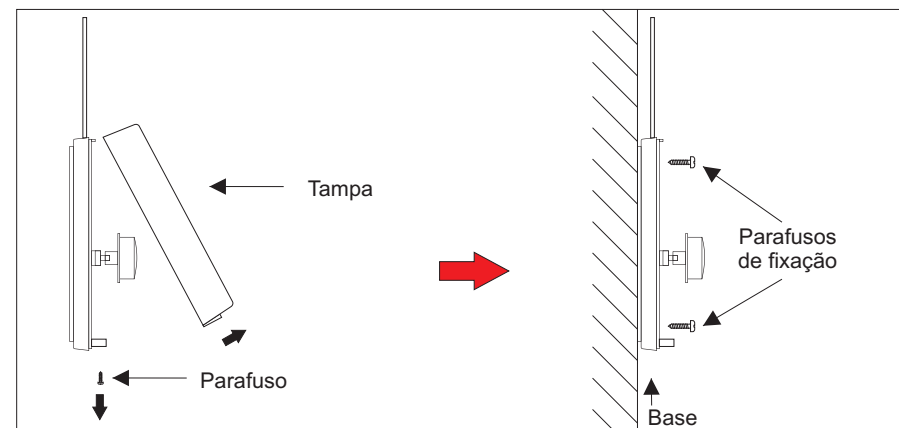

Figura 4
- Fixe a base do **D370-1** na superfície escolhida através de 2 parafusos (Figura 4).